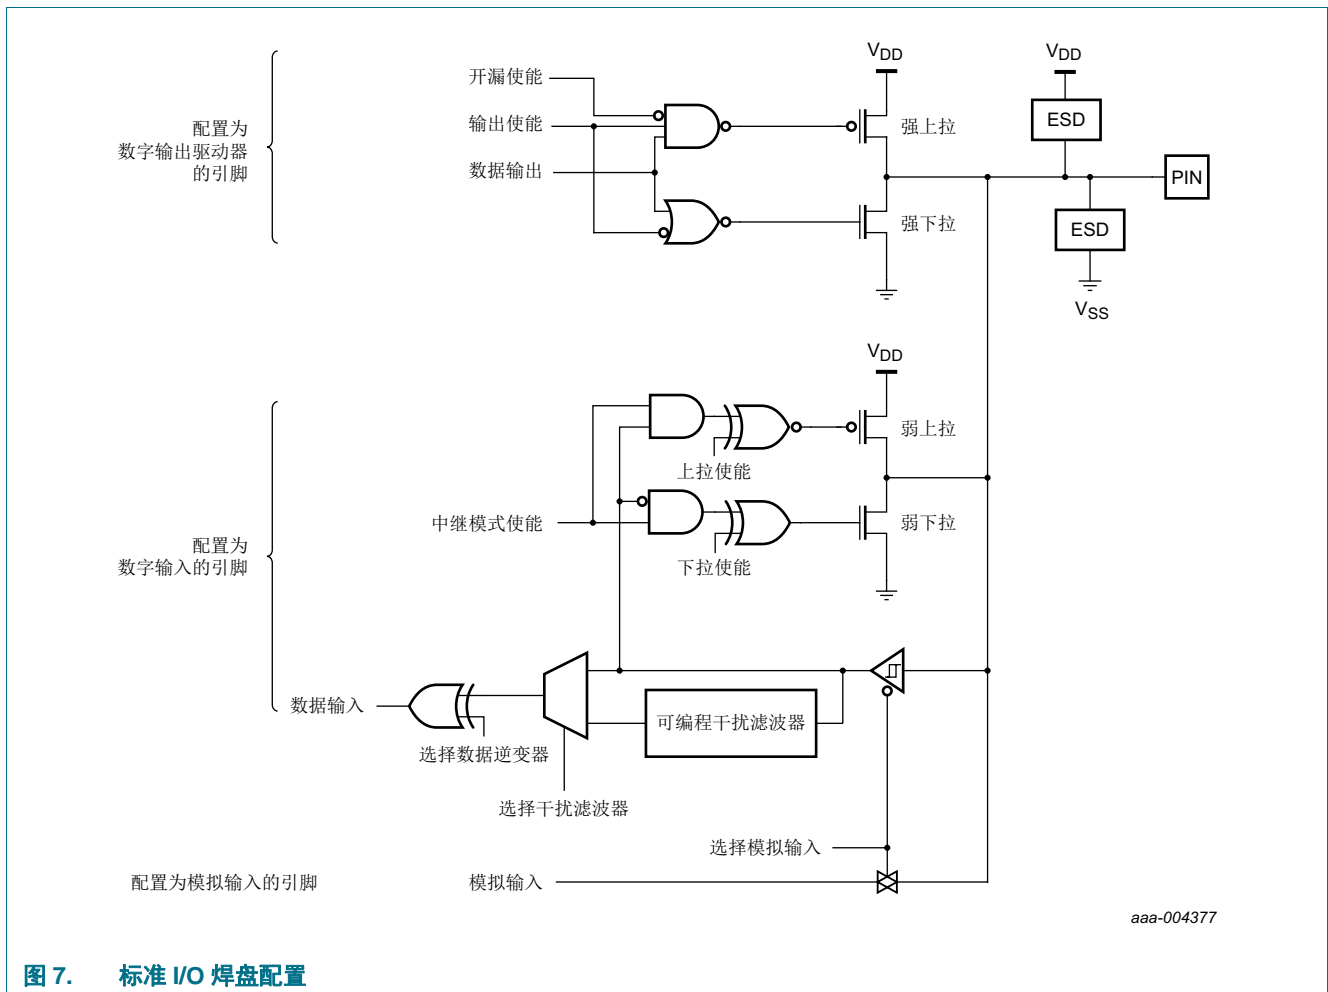

图 7. 标准 I/O 焊盘配置
图 7 显示的是带模拟输入功能的标准 I/O 引脚的可用引脚模式:
- 可通过每个 GPIO 引脚的 IOCON 模块进行上拉 / 下拉配置模式、中继模式和开漏模式的编程（参见图 7）。